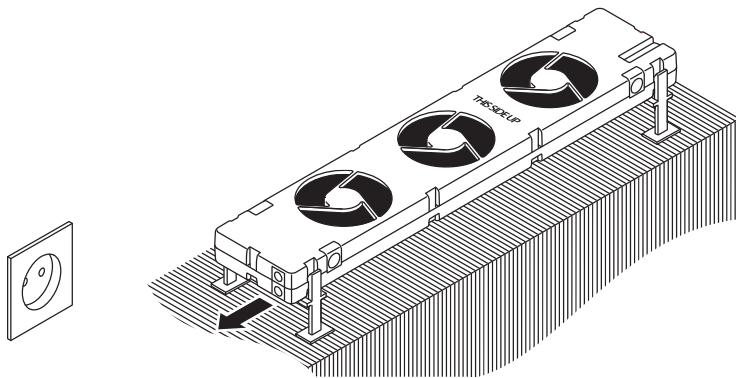

Fig. 9 - Positionnement du **SpeedComfort** (B1) sur le convecteur.
2. Assurez-vous que le **SpeedComfort** (B1) soit orienté vers le haut et que les **connecteurs femelles** (b1, b2) pointent vers la prise murale (voir fig. 9).
3. Placez le **SpeedComfort** (B1) sur le haut du convecteur et laissez de l'espace entre les côtés du convecteur et le **SpeedComfort** (B1) pour réduire le bruit (voir fig. 9). Le SpeedComfort peut également être placé sur le sol en-dessous du convecteur (en cas d'espace suffisant).